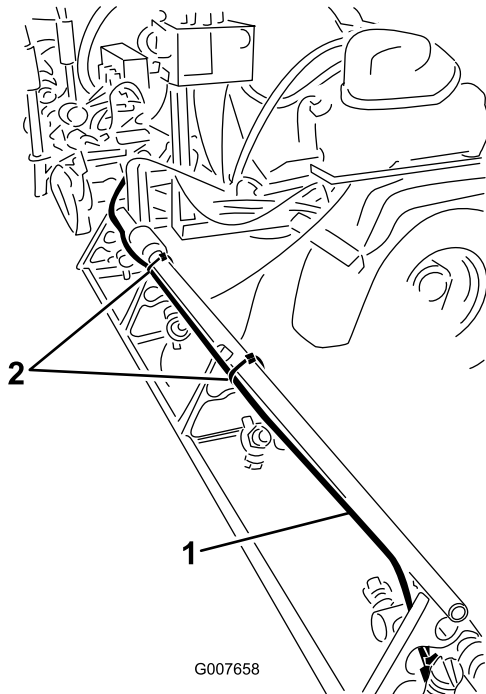

Figura 10
1. Retire as braçadeiras dos cabos que prendem os tubos do líquido e do ar do kit do marcador de espuma à secção da rampa exterior (Figura 10).